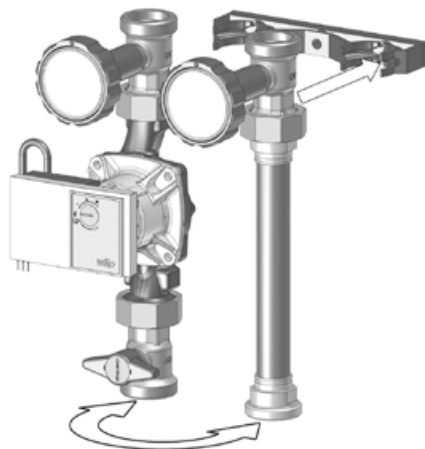

Рис. 12
6. Прилагаемый к сервомотору адаптер (3) (см. Рис. 12) надеть на вентильную вставку смесителя.